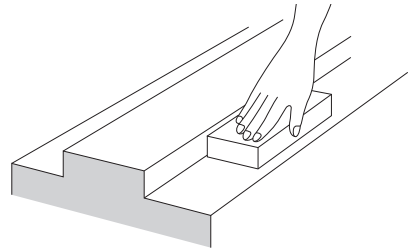

Fig.21
(1) Quite rebabas y nudos de la superficie de montaje del rail LM de la base utilizando una piedra de aceite. (Fig.21)